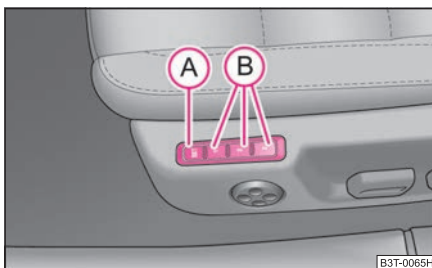

Abb. 64 Fahrersitz: Speichertasten und die SET-Taste
- Drücken Sie die Taste **SET** (A) ⇒ Abb. 64.
- Drücken Sie eine der Speichertasten (B) innerhalb 10 Sekunden nach dem Drücken der Taste **SET** - ein Quittierton bestätigt die Speicherung der Sitzeinstellung.
Memory für den Sitz bietet Ihnen die Möglichkeit, die individuelle Fahrersitz- und Außenspiegelposition zu speichern. Jeder der drei Speichertasten (B) ⇒ Abb. 64 kann eine individuelle Position zugeordnet werden, d. h. insgesamt drei. Nach dem Drücken der entsprechenden Speichertaste (B) werden der Sitz und die Außenspiegel automatisch in die Positionen gestellt, die dieser Taste zugeordnet worden sind ⇒ Seite 75.
- **Memory-Tippautomatik:** Drücken Sie kurz die gewünschte Speichertaste **B** ⇒ Seite 74, Abb. 64. Der Sitz und die Außenspiegel werden automatisch in die abgespeicherten Positionen gefahren (das gilt nur, wenn die Zündung eingeschaltet und die Geschwindigkeit kleiner als 5 km/h ist).